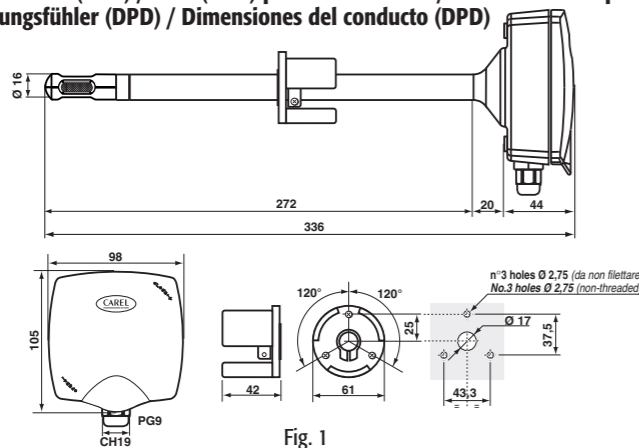

Fig. 1
- Nelle figure 1 e 2 sono indicati i punti di fissaggio per le sonde, si consigliano di utilizzare le viti fornite.